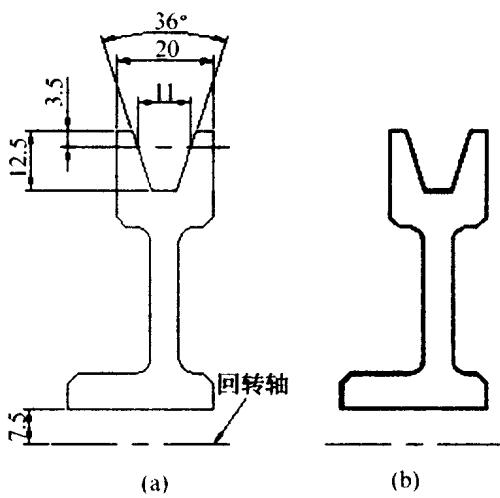

图 1-3
1. 如图 1-3(a)所示,先画出回转体皮带轮的母线图形,其中,“V”型槽部分的图形可采用过尺寸 11,3.5 所确定的点、用极坐标法(利用已知夹角 36°)作出。该母线图形必须是首尾相接的单连通封闭图形,若用 LINE 命令作图,则还应将其作成面域(REGION),结果如图 1-3(b)所示;